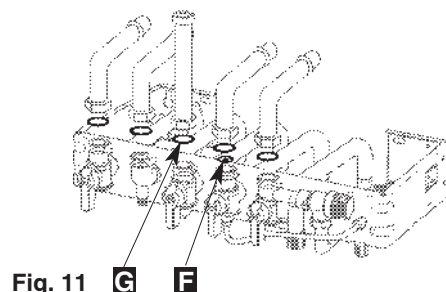

Fig. 11
- mettre en place les différents joints, **G (caoutchouc)** sur le gaz, plus le filtre **F** sur l'eau froide, et serrer les raccords des tubes de liaison en commençant par le tube gaz (fig. 11)